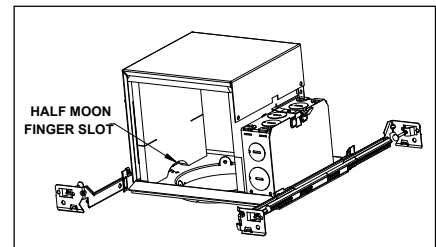
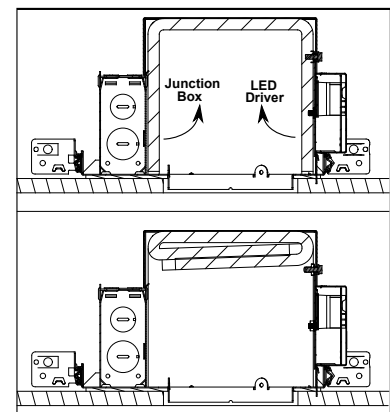

Figure 9
Figure 10
Step 4. Lift fire barrier flap on the side with the red and black wires protruding (red and black wires indicate driver location). The bottom of the flap will have a half moon finger slot for easy lifting (Fig. 9). Before lifting the flap, make sure the wires are pushed out of the wire slots provided in the flap to prevent tearing the fire barrier (Fig. 10). This will allow access to the LED driver.
Paso 4. Levante la aleta de la barrera contra incendios por el lado donde sobresalen los cables rojo y negro (los cables rojo y negro indican la ubicación del controlador). La parte inferior de la aleta tendrá una ranura para dedos en forma de media luna para levantarla fácilmente (Fig. 9). Antes de levantar la aleta, asegúrese de empujar los cables fuera de las ranuras para cables provistas en la aleta para evitar que se rompa la barrera contra incendios (Fig. 10). Esto permitirá acceder al controlador del led.